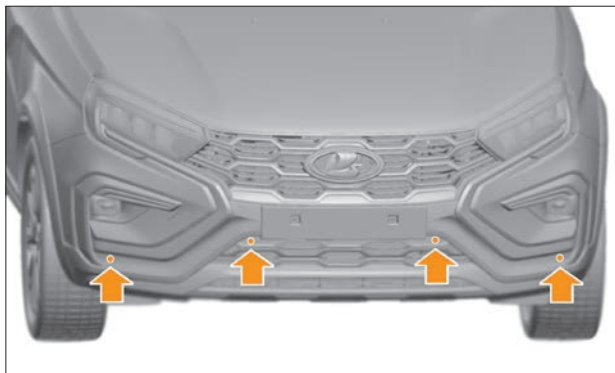

Рис. 5.15.2. Передние датчики восьмиканальной СБП (**в вариантном исполнении**)
- восьмиканальная СБП дополнительно имеет четыре датчика в переднем бампере (рис. 5.15.2).